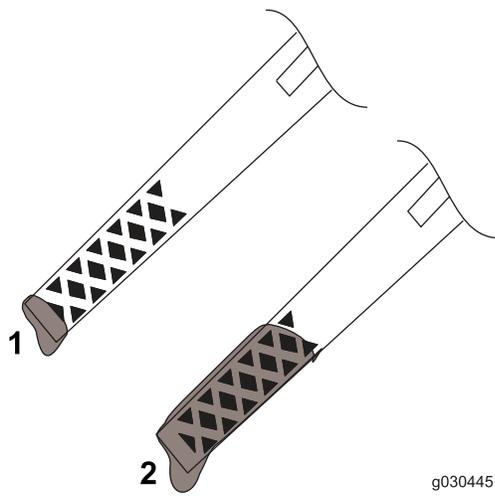

Figure 16
- Ajoutez de l'huile, si le niveau est en dessous du repère du minimum sur la jauge (Figure 16). Voir (page ).